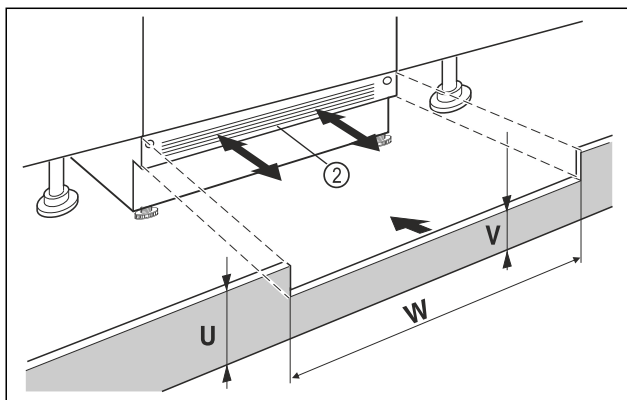

Fig. 70 Ilustrační zobrazení
- Nasadíte krycí lištu spotřebiče Fig. 70 (2) ale ještě nepřipevňujete.
- U viditelné krycí lišty Fig. 70 (2) tuto lištu vytáhněte dopředu natolik, až jsou přední hrana větrací mřížky a nábytkové krycí lišty zarovnané.
- Při zakryté krycí liště Fig. 70 (2) tuto lištu zasuněte úplně dozadu.
- Dbejte a zcela volné větrací štěrby: V případě potřeby přizpůsobte krycí lištu nábytku Fig. 70 (U) na potřebnou výšku!
- Podél šířky výklenku Fig. 70 (W) přizpůsobte výšku můstku Fig. 70 (V) pod krycí lištou spotřebiče Fig. 70 (2).